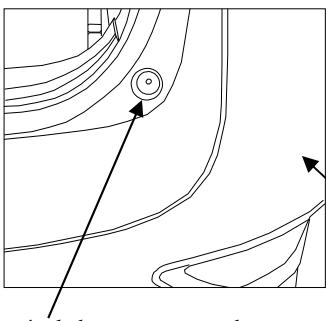

Figure 2.
- b. Ouvrir le hayon. Enlever les deux (2) butées de hayon en caoutchouc. Voir la figure 2.